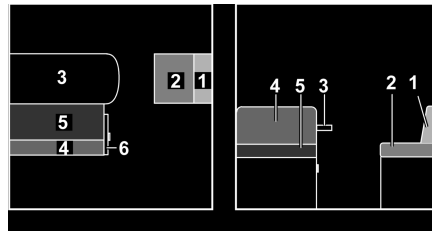

Fig. 131 Antes de la transformación
- Ampliar la mesa (Fig. 131,3) y transformar la mesa colgante ampliada en la base de cama (véase apartado 7.7).
- Tirar del asidero y abrir la trampa (Fig. 131,6).